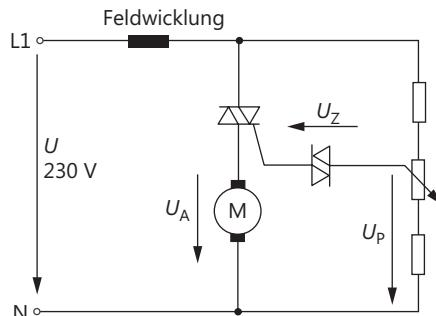

Bild 11.25
8. Wie arbeitet die in Bild 11.25 dargestellte Schaltung? Welche Aufgaben haben Diac und Triac?